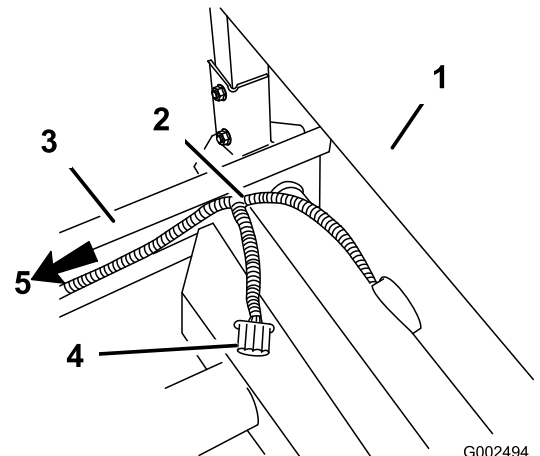

Figura 9
11. En la cubierta ROPS, detrás del conjunto del asiento, pase el arnés de cables desde debajo del asiento y por encima del bastidor. Asegúrese de que el conector eléctrico del sistema de pulverización no se queda debajo del vehículo (Figura 9).
12. Pase el arnés de cables por el bastidor izquierdo y luego de retorno hasta al sensor de velocidad con el cableado existente (Figura 9).
15. Pase el arnés de cables por el bastidor y de retorno a la conexión entre el sensor de velocidad y el cableado existente (Figura 9).